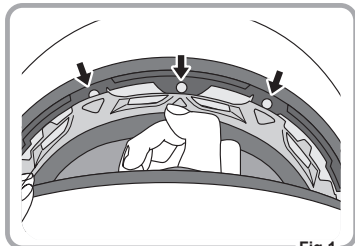

Fig.1
1. Åbn tryklåsene på pandeområdet ved at trække dem ned. (Fig. 1)